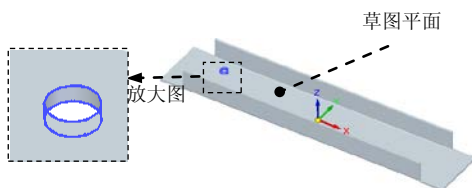

图 8.13.128 法向除料特征 2
Step5. 创建图 8.13.128 所示的法向除料特征 2。
- (1) 选择命令。在“主页”功能选项卡“钣金”工具栏中单击  按钮，选择  法向除料命令。
(2) 定义特征的截面草图。
- ① 选取草图平面。选取图 8.13.128 所示的模型表面为草图平面。